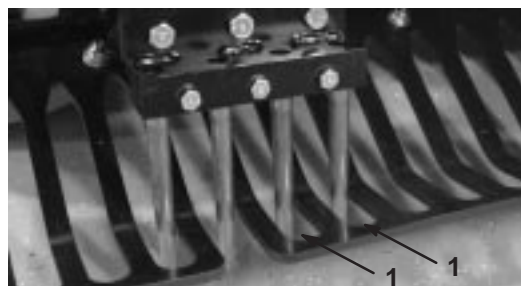

Bild 27
6. Stellen Sie sicher, dass die Stacheln mit der Mitte der Abstände in den Rasenschutzvorrichtungen ausgerichtet sind (Bild 27). Stellen Sie die Rasenschutzvorrichtungen ggf. ein und ziehen Sie die Muttern fest.